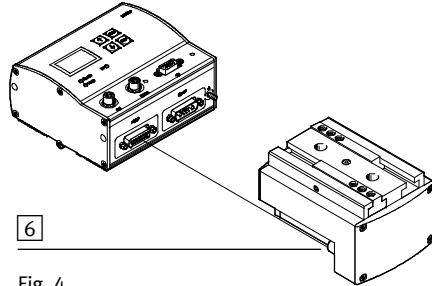

Fig. 4
4. Соединить HGPLE с контроллером мотора на разъеме 6 (→ Fig. 4).